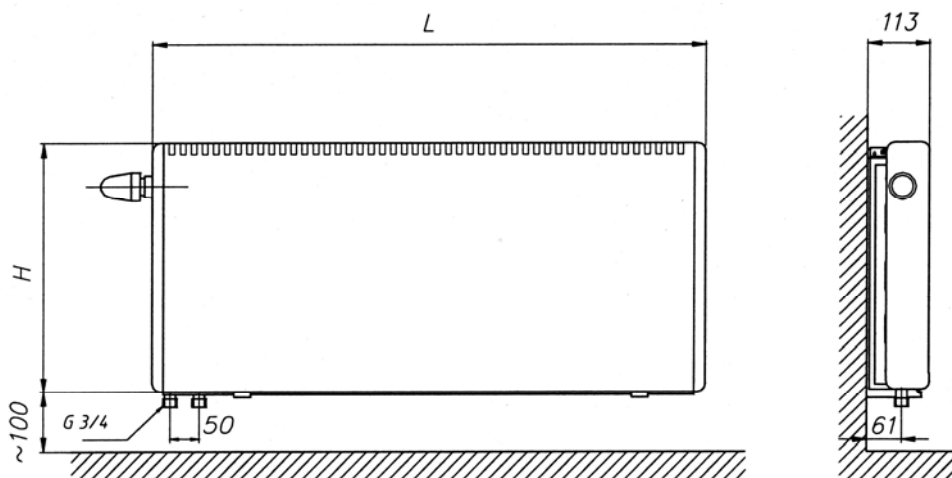

Рис. 1.1. Конвектор отопительный «Экотерм» настенный с нижним (донным) левосторонним подключением ЭКОН
1.3. Конвектор «Экотерм» - отопительный прибор с кожухом настенного и напольного исполнений (рис. 1.1 - 1.3). Кожух в данном конвекторе выполняет декоративно-защитную функцию. Нагревательный элемент состоит из медных труб наружным диаметром 15 мм и толщиной 0,5 мм и насаженных на них алюминиевых пластин толщиной 0,3 мм, профилированных вертикальными и горизонтальными зигами. Высота пластин равна 100, 200, 300 и 400 мм. Пластины разделены через 100 мм на условные ярусы пятимиллиметровыми щелями в боковых отгибах, фиксирующих шаг оребрения, равный 12 мм. Через каждый ярус проходят 4 трубы (2 по глубине и 2 по высоте).